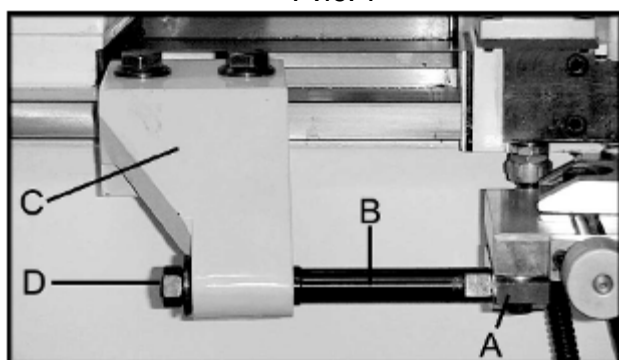

Рис. 8
14. Установите кронштейн (А, Рис. 8) под продольными направляющими при помощи двух шестигранных болтов.
15. Вкрутите регулировочную планку (В, Рис. 8) в кронштейн.
16. Установите опору (С, Рис. 8) на направляющих на расстоянии длины зажимной тяги. Не затягивайте.
18. Установите шайбы и гайки (D, Рис. 8) и затяните болты.